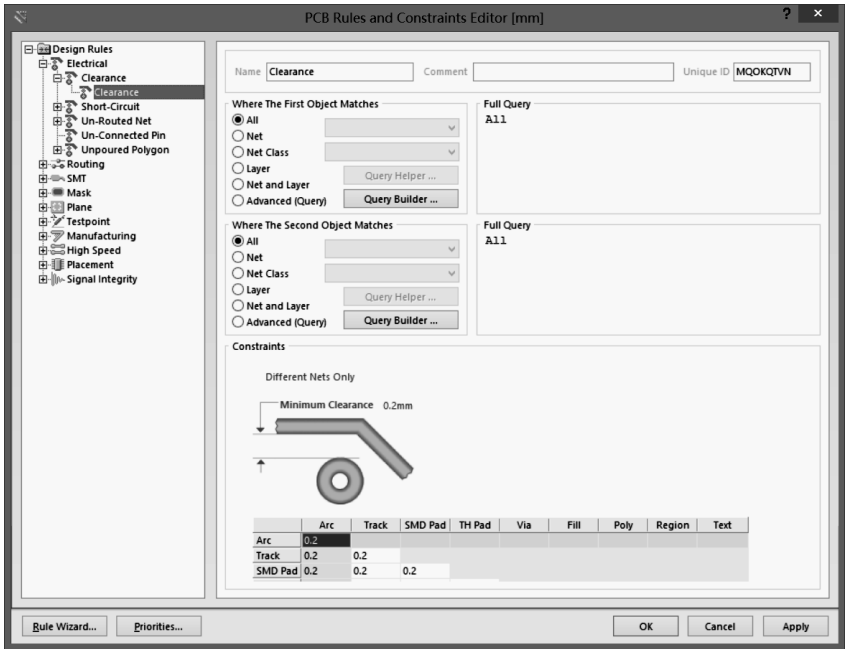

图 7-2-23 设置安全距离
(2) 在左侧导航栏中选择 Electrical（电气规则）→Clearance 选项，则可在右侧栏设置电气安全距离，将最小电气距离设置为 0.2mm，如图 7-2-23 所示。